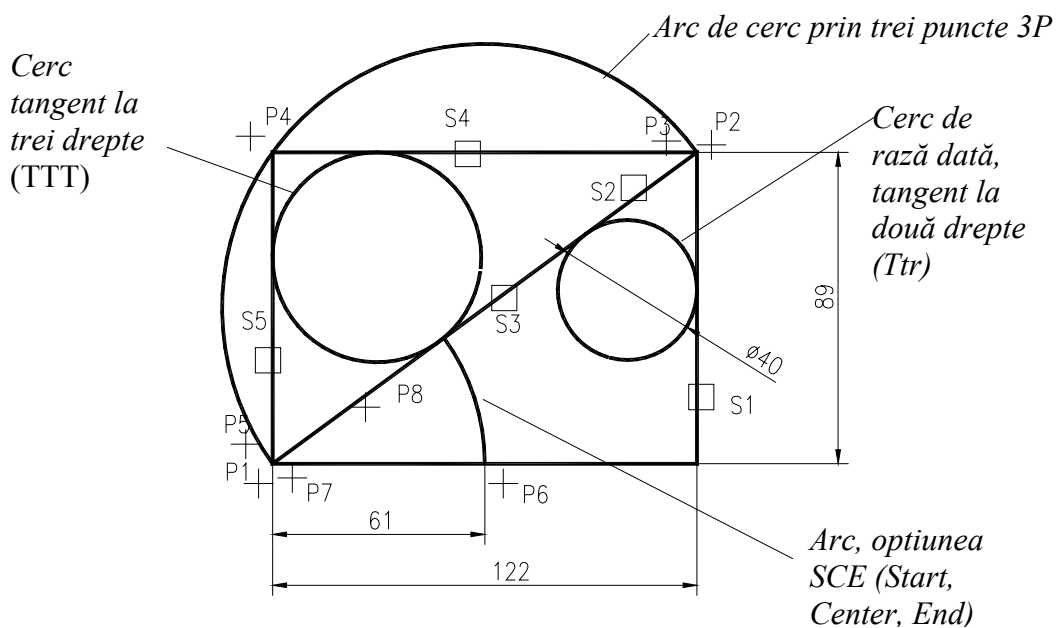

Fig. U3.9
3. Se deschide desenul prototip *Acadiso.dwt* (*File > New > Use a Template > Acadiso.dwt*). Utilizând comenzile *LINE*, *ARC* și *CIRCLE* și coordonatele relative, se construiește pe acest format desenul din Fig. U3.9. Cotele nu se înscriu pe desen. Se salvează desenul cu un nume.